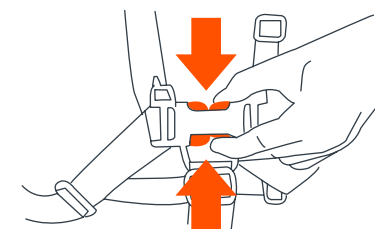

Fig. 14b
- Pour libérer la ceinture, appliquer une pression aux deux côtés de chaque boucle male jusqu'à ce que la boucle soit libérée (Fig. 14b). Ce processus exige un effort modéré afin d'empêcher une ouverture accidentelle par votre enfant.